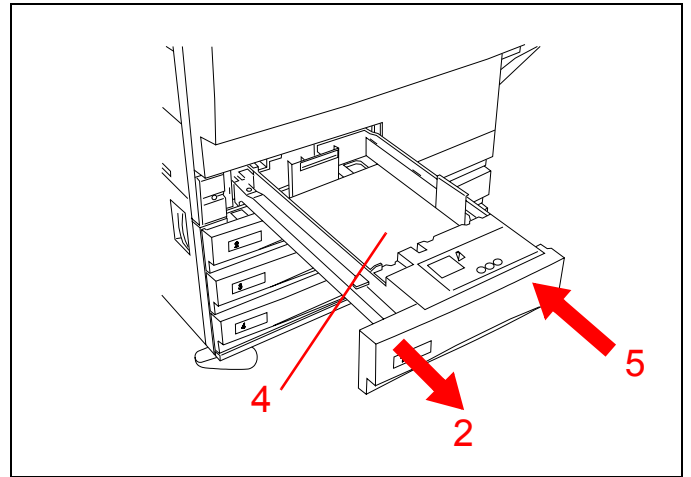

Figura 6
**Demuestre** los pasos a medida que los realiza. Consulte la Figura 6.